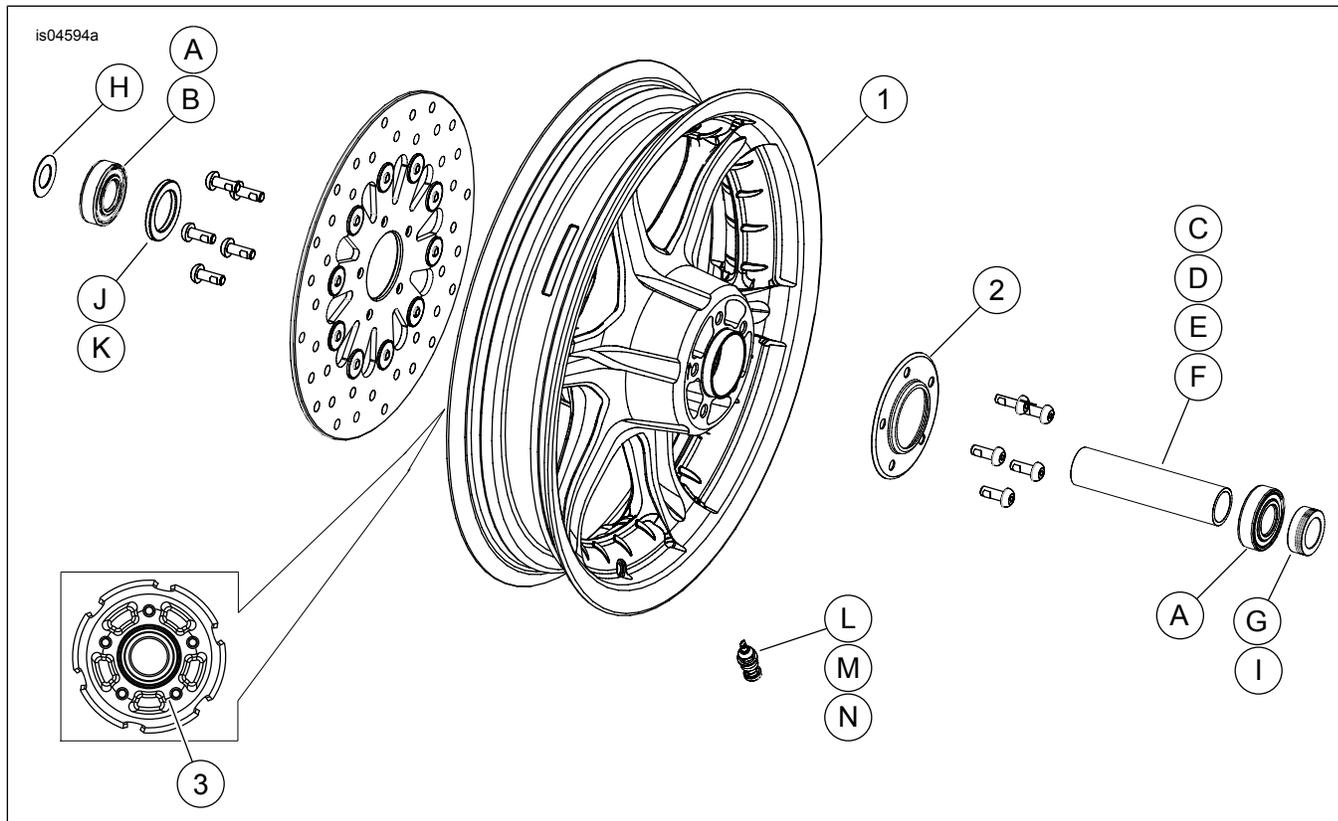

Figure 2. Pièces de rechange : Roue à fentes avant à 6 rayons (roue de 16 pouces illustrée)
Ces kits incluent la roue personnalisée et, en fonction du kit, un enjoliveur. Voir la figure 2. et Tableau 3 pour connaître le contenu du kit.
- Voir la figure 2. Poser l'ensemble de tige de valve (L, M ou N) sur la roue. Voir PNEUS dans le manuel d'entretien.